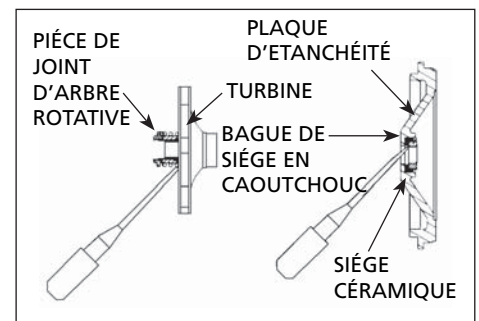

Figure 9 - Enlever le Joint d'Arbre et le Siège Céramique
9. Sortir la section du joint de l'arbre rotatif (incluant le col d'inoxydable et la garniture de caoutchouc) de l'impulseur (figure 9).
10. Pousser ou sortir et dégager le siège de céramique, et la bague du siège en caoutchouc de la plaque de joint (figure 9).